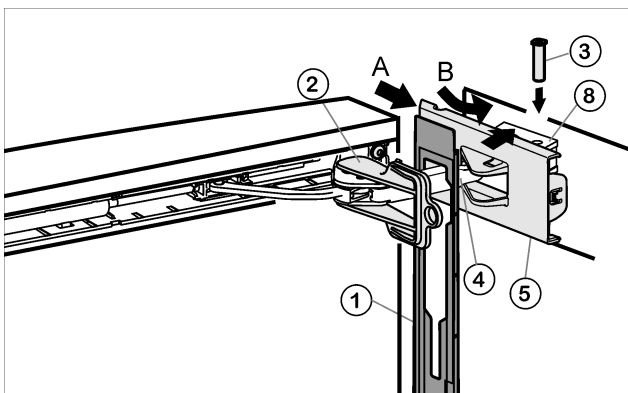

Fig. 17
- ▶ Accrocher le panneau *Fig. 17 (1)* sur l'étrier de l'amortisseur *Fig. 17 (4)*, de telle sorte à ce que l'ergot d'encliquetage pointe vers l'intérieur et la face avant de l'appareil.
- ▶ Pousser le cache *Fig. 17 (5)* depuis l'extérieur (A) et le faire pivoter au-dessus de l'élément pivotant *Fig. 17 (8)* (B).
- ▶ Poser le cache *Fig. 17 (5)* et l'encliqueter jusqu'au premier enclenchement.
- ▶ Tirer l'étrier de l'amortisseur *Fig. 17 (4)* vers l'élément pivotant et enfoncer à nouveau le pivot *Fig. 17 (3)* à partir du haut, de telle sorte à ce que le carré repose dans l'évidement.
- ▶ Bloquer maintenant le cache *Fig. 17 (5)* complètement sur l'élément pivotant *Fig. 17 (8)*.
- ▶ Retirer le dispositif d'arrêt *Fig. 17 (2)* en le tournant.
- ▶ Faire encliqueter le panneau *Fig. 17 (1)* à la porte.